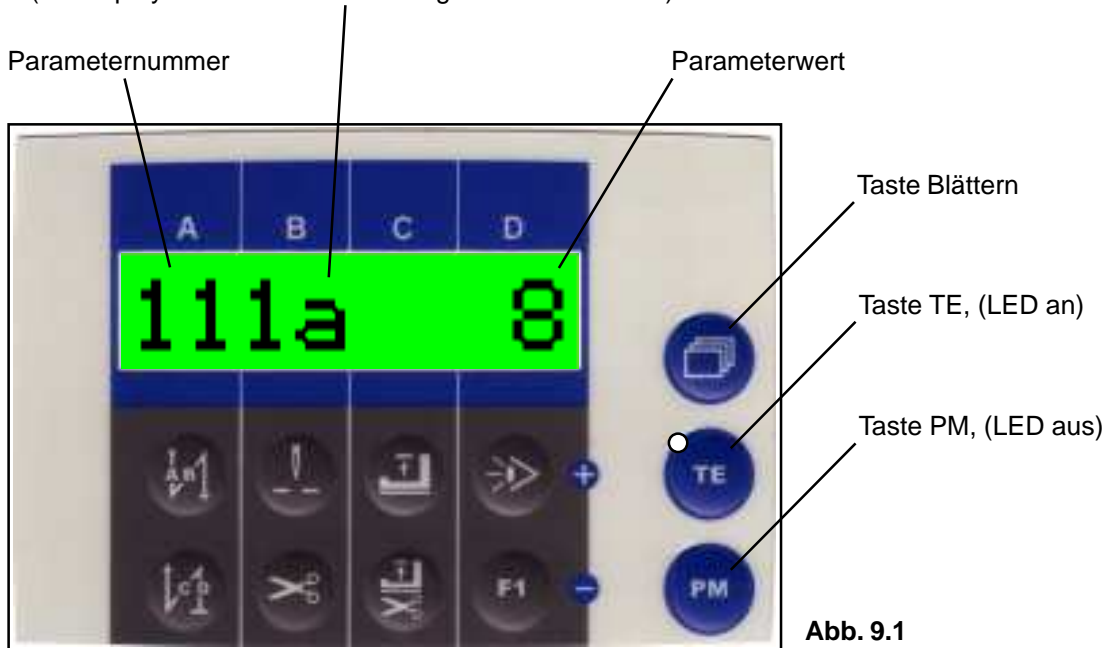

Abb. 9.1
- Taste Blättern betätigen bis Anzeige (**Abb. 9.1**) angezeigt wird
- Taste Blättern betätigen bis Anzeige **Abb. 9.1** angezeigt wird, **Nähen** ist **nicht** möglich